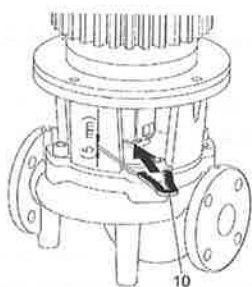

fig. 14: Forchetta di montaggio per lavori di regolazione
Per tutti i lavori di montaggio è assolutamente necessaria la forchetta di montaggio per l'impostazione della posizione corretta del girante nel corpo pompa (fig. 14, pos. 10)!